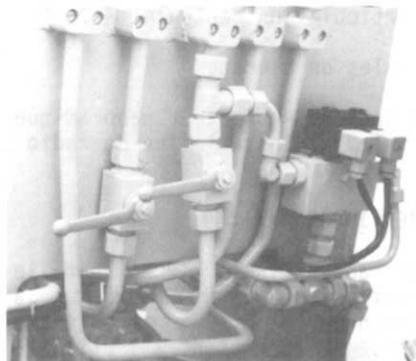

Bild 10
- In der Schaufelalarmstellung, wie vorstehend beschrieben, müssen beide Kugelblockhähne geschlossen werden. Die Kugelblockhähne befinden sich in den Arbeitshydraulikrohrleitungen im Drehstuhl (Bild 10). Die roten Handhebel der Kugelblockhähne stehen dann quer zur Durchflußrichtung. Dadurch wird das Absenken des Schaufelarmes und der Schaufel während der Fahrt verhindert.
- In the shovel arm position as described above both plug-and-ball valves have to be closed. The plug-and-ball valves are located in the pipes of the working hydraulic in the center support (fig. 10). The red hand levers of the plug-and-ball valves are then crosswise to the flow direction. This prevents the lowering of the shovel arm and of the shovel during driving operation.
- Lorsque la flèche se trouve dans la position indiquée ci-dessus, fermer les deux robinets de blocage se trouvant sur les conduites hydrauliques de travail (fig. 10). Les manettes rouges sont alors obliques par rapport à la direction d'écoulement. De cette manière, ni la flèche ni le godet ne peuvent s'abaisser pendant la marche.